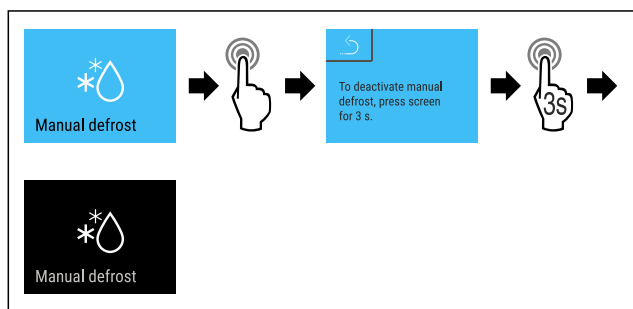

Fig. 133
- Efectuați pașii de acțiune (vezi Fig. 133) .